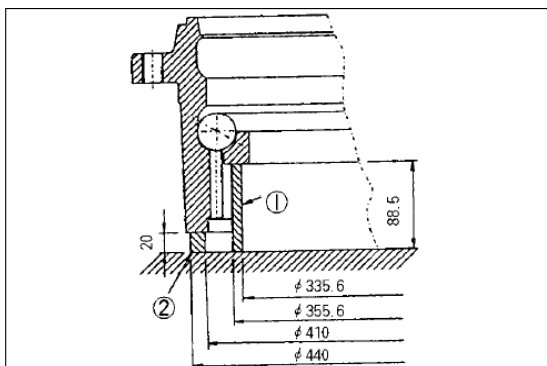

Рис. 97
6. Установите с помощью распорных втулок (1 и 2, Рис. 97) нижнюю обойму шарикоподшипника и установите подшипник в корпус. Установите сепаратор между шариками, согласно диаметру, указанному на иллюстрации.